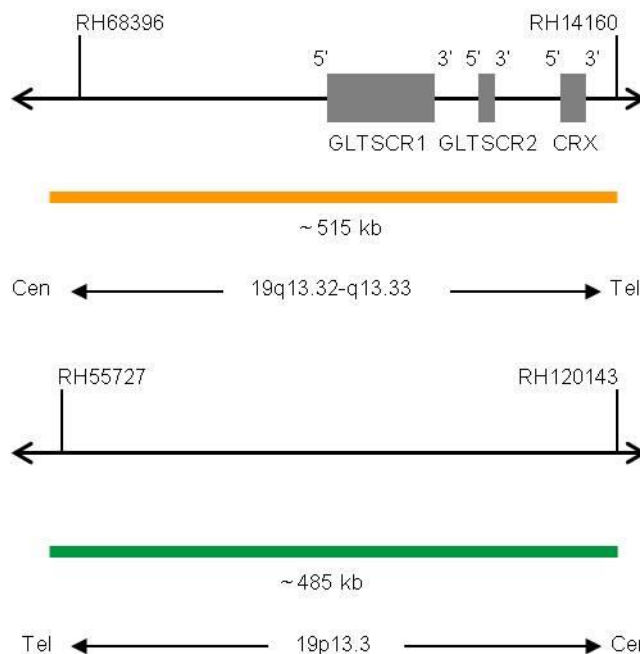

Fig. 1 : En haut : Carte de la sonde SPEC 19q13 ; En bas : Carte de la sonde SPEC 19p13 (pas à l'échelle)
- Polynucléotides marqués au ZyOrange (excitation 547 nm/émission 572 nm) (~4,5 ng/ μ l), qui ciblent des séquences en 19q13.32-q13.33* (chr19:47,857,776-48,374,564) (voir figure 1).
- Polynucléotides marqués au ZyGreen (excitation 503 nm/émission 528 nm) (~10,0 ng/ μ l), qui ciblent une séquence en 19p13.3* (chr19:658,555-1,144,465) (voir figure 1).